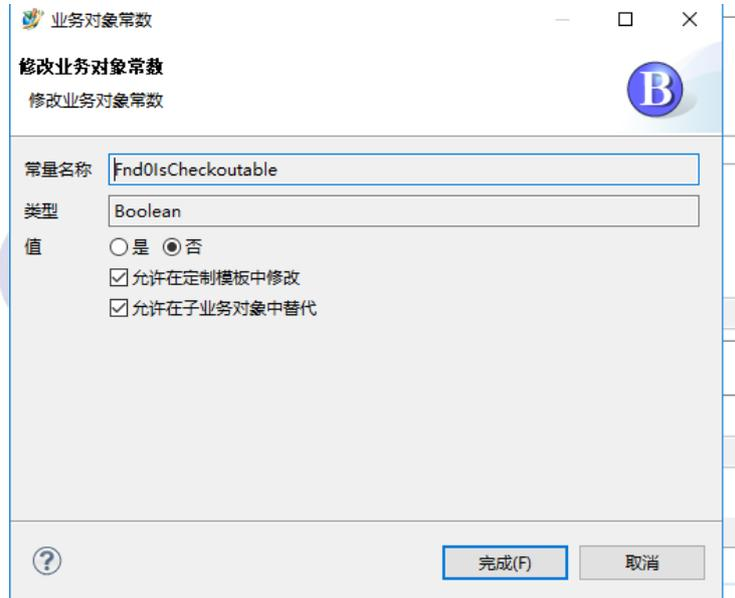

图 3
1.通过摸索，发现 BMIDE 中 VariantRule 对象存在一个名为 Fnd0IsCheckoutable 的属性常数，默认值为 false，如图 3 所示。